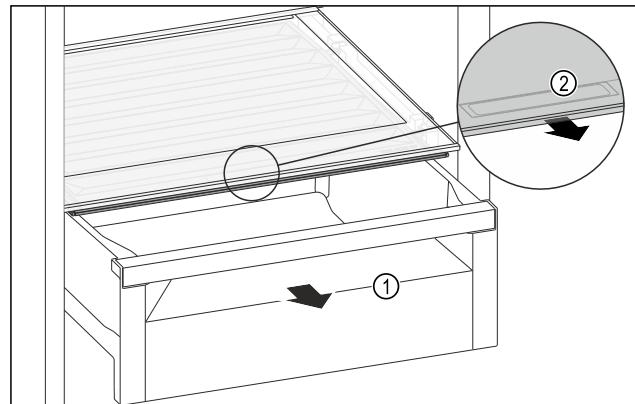

Fig. 108
- Schubfach *Fig. 108 (1)* herausziehen.
- Griffmulde *Fig. 108 (2)* am Fachdeckel anfassen und Fachdeckel gleichzeitig nach vorne ziehen.